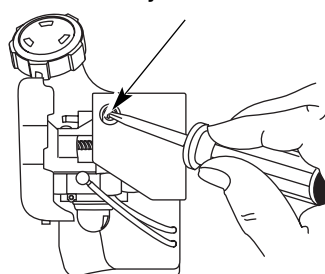

Fig. 29
La velocidad mínima del motor puede ser ajustada. Puede tener acceso al tornillo de ajuste de mínima a través de un orificio en la parte superior de la cubierta del motor (Fig. 29).
2. Suelte el gatillo del regulador y deje que el motor funcione en mínima. Si el motor se para, inserte un destornillador Phillips pequeño o un destornillador de vástago plano en el orificio de la cubierta del motor (Fig. 29). Gire el tornillo de mínima hacia adentro, en sentido horario, de a 1/8 de vuelta por vez (según sea necesario) hasta que el motor funcione en mínima suavemente.